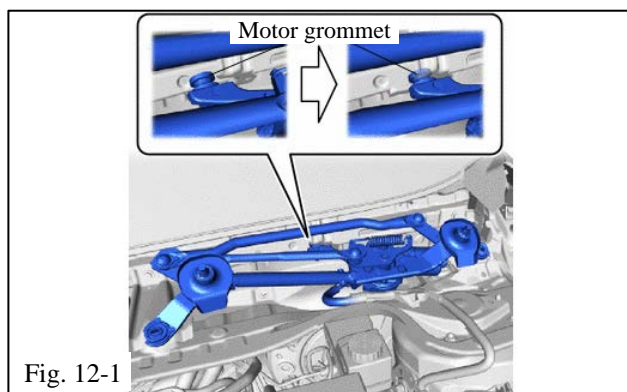

Fig. 12-1
- (a) Engage the motor grommet (Fig. 12-1).